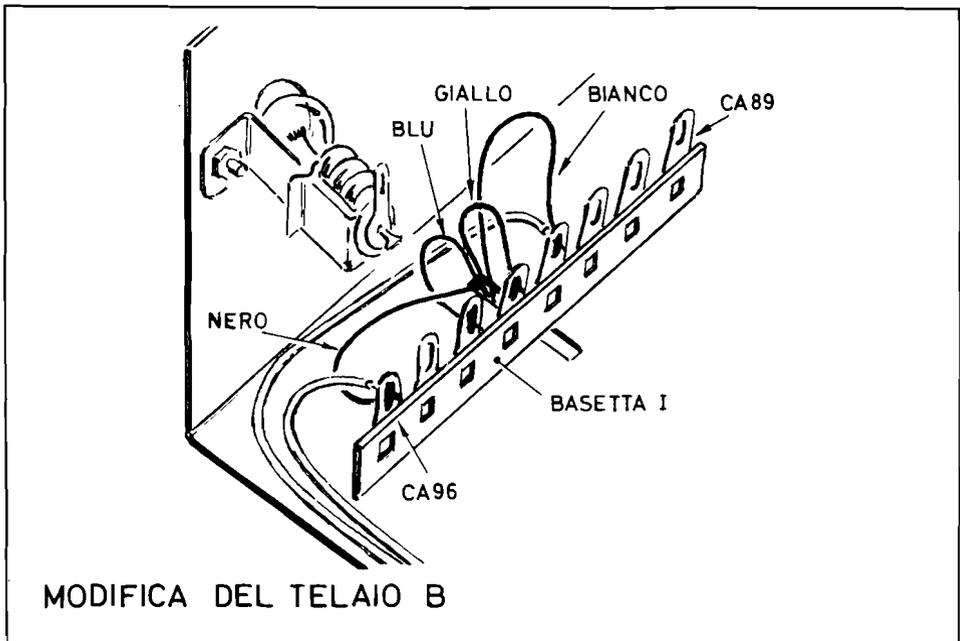

Fig. 1
- I collegamenti ora eseguiti sono illustrati nella *fig. 1*; in questa figura, per semplicità, è stato indicato il collegamento del conduttore del cavetto bipolare al capocorda CA96, relativo alla tensione di 220 V.